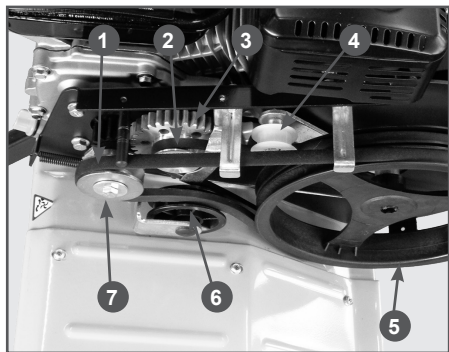

Рис. 26 Обслуживание ремней привода
2. Снимите ремень 1 переднего хода со шкивов вала двигателя 7 и редуктора 5 (Рис. 26).
3. Снимите ремень 2 заднего хода со шкивов шестерни 3 заднего хода и редуктора 5 (Рис. 26).
4. Снимите ремень 2 заднего хода со шкивов шестерни 3 заднего хода и редуктора 5 (Рис. 26).